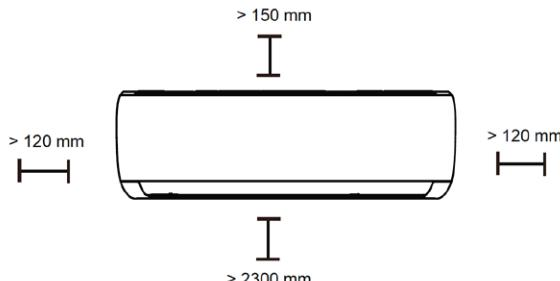

fig. 7 -
**Alegerea locului de instalare.** Conform condițiilor menționate în capitolul „Scheme de instalare” din manualul unităților externe. Poziționați unitatea cât mai jos posibil, lăsând un spațiu liber de 15 cm deasupra unității. Se recomandă respectarea spațiilor indicate (fig. 7 -). Înainte de a trece la fixarea de perete, verificați dacă peretele este capabil să sustină greutatea unității, dacă fluxul de aer nu este blocat de perdele sau de alte obiecte și dacă poziția este corespunzătoare pentru a garanta difuzarea optimă a aerului în încăpere.